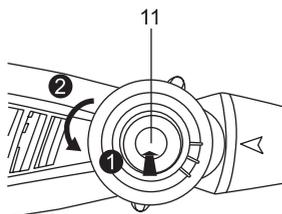

Fig. 25
1. Coloque o produto numa superfície estável e nivelada, com o botão de ajuste do ângulo (11) voltado para cima. Recomendamos que coloque uma película não inflamável sob o produto.
2. Pressione o botão de ajuste do ângulo (11) e, entretanto, rode a cabeça de trabalho para a esquerda até ao ângulo de trabalho necessário. Tenha em atenção que deve alinhar a marca < com a escala em torno do botão de ajuste do ângulo (11); certifique-se de que ouve um clique ao efetuar este ajuste., caso contrário o botão de ajuste do ângulo (11) volta a soltar-se e a cabeça de trabalho não fica bem presa. (Fig. 25, 26)